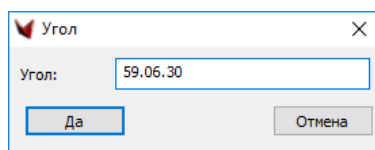

Рисунок 3.7 – Вікно введення кута для обчислення засічки
2.3. З'явиться вікно **Кут [Угол]** (рис. 3.7), де необхідно ввести кут для обчислення засічки. Після введення даних натискаємо кнопку **Так [Да]**.